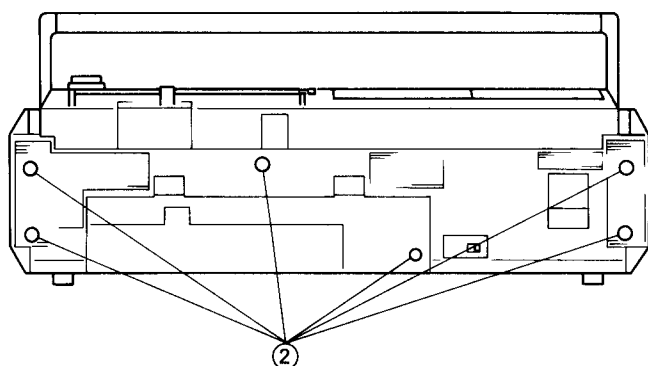

Fig.3
3. Removing the Rear Case (Fig.3)
3. Dépose de la boîte arrière (Fig.3)